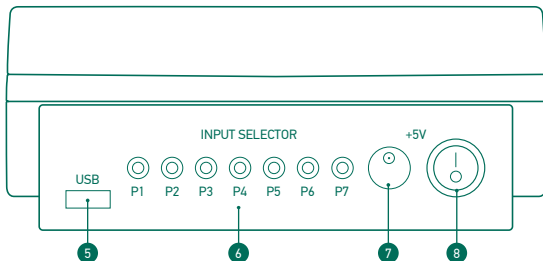

Abb. 9 Rückansicht
2. Schalten Sie den Netzschalter „+5V“ ein (Nr. 8 auf Abb. 9). Daraufhin schaltet sich der Bildschirm auf dem „SELECTOR“-Bedienfeld ein.